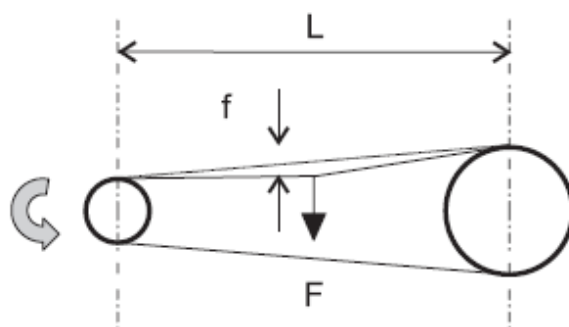

Рис.2
- Далее, при помощи динамометра, в средней точке расстояния «L», перпендикулярно ремню приложите усилие, таким образом, чтобы получился провис ремня «f» равный 1,6 мм на каждые 100 мм расстояния «L» (Рис.2).